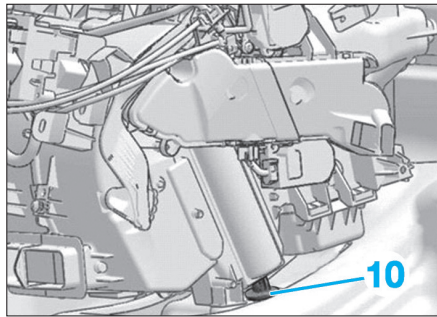

Fig. 15
- Désaccoupler et écarter le tuyau (10) (Fig.15).